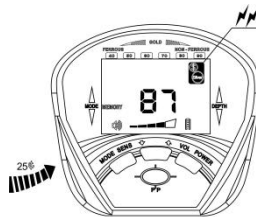

Abb. 14
d) Wenn Sie über die 50 ¢ -Silbermünze streichen, reagiert der Detektor und zeigt an, dass er die 50 ¢ -Silbermünze gespeichert hat. Auf die anderen fünf Proben reagiert der Detektor nicht. (Siehe Abb. 14 am Beispiel einer 25 ¢ -Silbermünze)